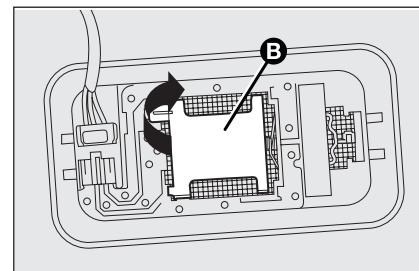

fig. 36
- ouvrir le capuchon **B-fig. 36** comme indiqué;